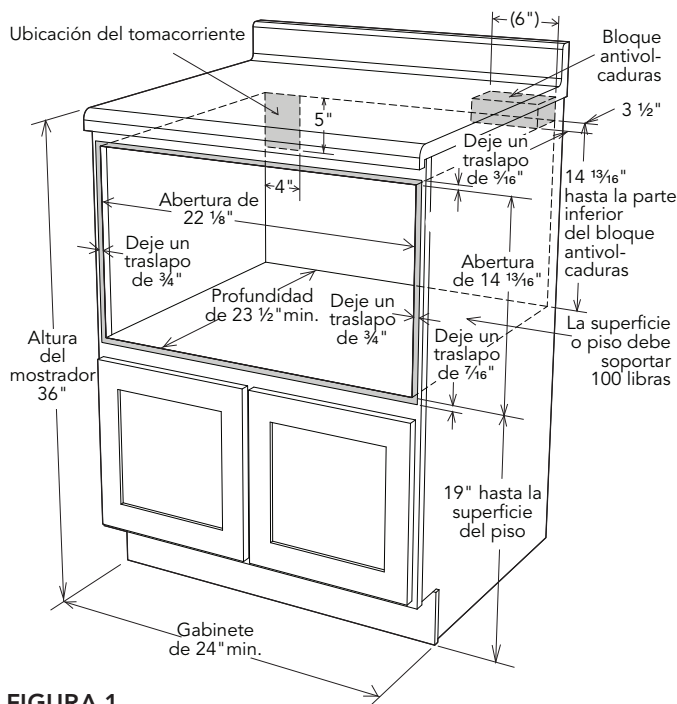

FIGURA 1
- POR CUESTIONES DE SEGURIDAD NO INSTALE LA GAVETA EN ARMARIOS INFLAMABLES QUE NO CUMPLAN CON LOS ESPACIOS LIBRES Y DIMENSIONES ESTABLECIDOS EN LA PÁGINA 2, VEA LA FIGURA 1.
Para reducir el riesgo de volcadura de la gaveta, el bloque antivolcaduras debe ser instalado correctamente a una distancia de 14 13/16" por encima de la superficie en la cual se apoyará el Horno DrawerMicro. El bloque antivolcaduras de 6" debe ser suministrado por el instalador. Vea la FIGURA 1. El bloque antivolcaduras previene lesiones graves que podrían ser ocasionadas por derrames de líquidos calientes.